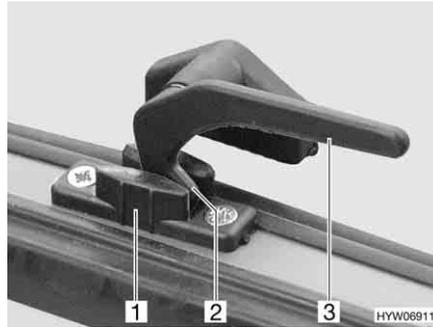

Fig. 50 Leva di serraggio in posizione "Aerazione continua"
- In posizione di "Aerazione continua" (Fig. 50)
- Ruotare la leva di serraggio (Fig. 50,3) di un quarto di giro verso il centro della finestra.
- Ruotare la leva di serraggio di un quarto di giro verso il telaio della finestra. Riportare contemporaneamente il nasello di chiusura (Fig. 50,2) nella rientranza della chiusura della finestra (Fig. 50,1).